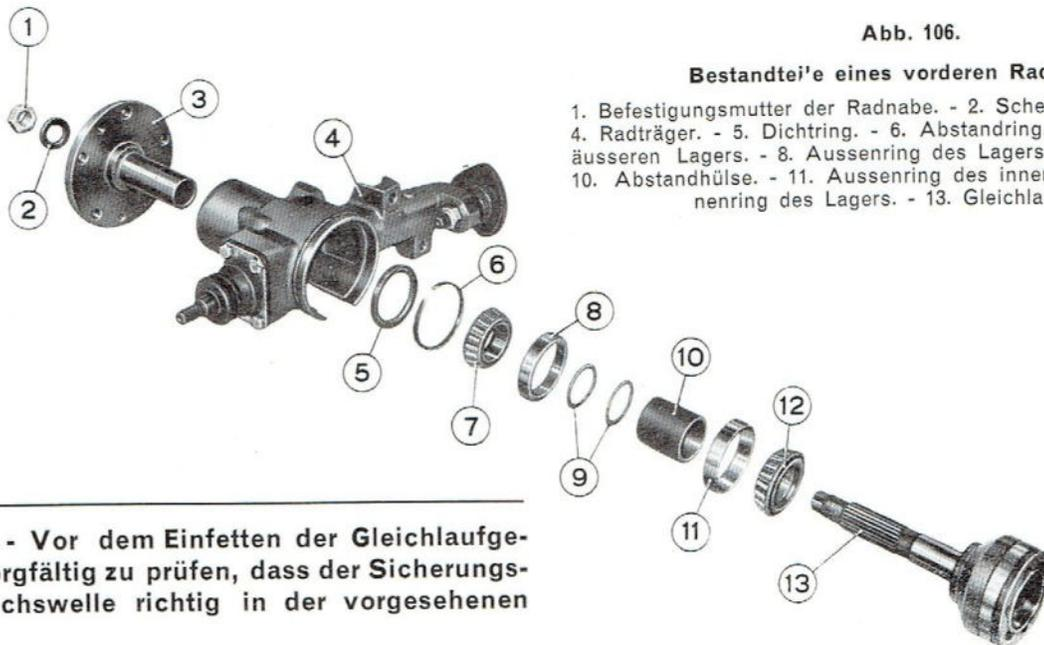

Abb. 106.
- der Reihe nach folgendes abziehen: die Radnabe (3, Abb. 106), den Dichtring (5), den Abstandring (6), den Innenring des äusseren Lagers (7), die Einstellringe (9) und die steife Abstandhülse (10);
- jetzt wird aus dem Radträger das Gleichlaufgelenk (13, Abb. 106) zusammen mit der Achswelle und dem Innenring des Lagers (12) herausgezogen;
- schliesslich werden die Aussenringe der Lager (8 u. 11, Abb. 106) vom Radträger abgenommen.